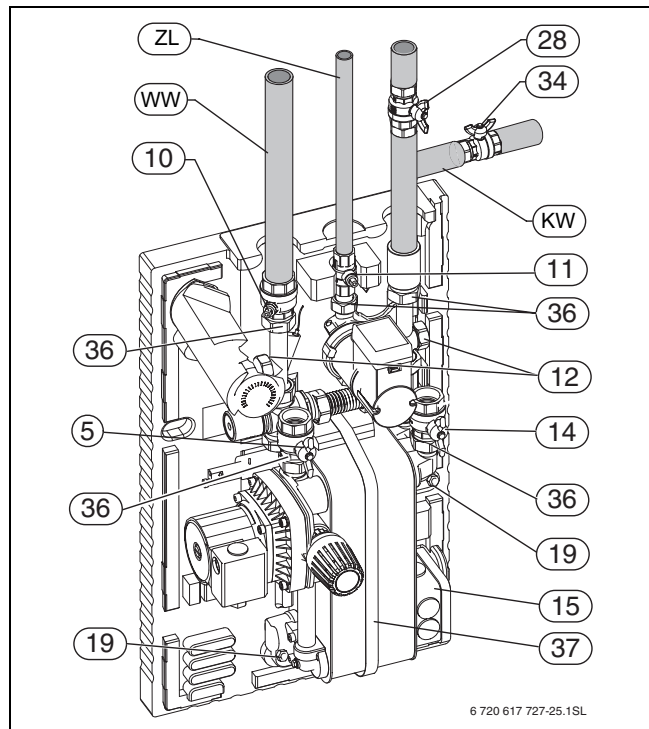

Bild 18 Plattenwärmetauscher ausbauen und entkalken
- ▶ Die bauseitigen Absperrhähne Kaltwasser [28+34] schließen (→ Bild 18, Seite 22).
- ▶ Absperrhähne Warmwasser [10], Zirkulation [11] (wenn vorhanden), Vor- und Rücklauf [5+14] und die bauseitigen Absperrhähne Kaltwasser [28+34] schließen (→ Bild 18).
- ▶ Frischwasserstation wieder mit den Muttern [19] an der Wand befestigen (→ Bild 18, Seite 22).
- ▶ Absperrhähne Zirkulation [11] (wenn vorhanden) und die bauseitigen Absperrhähne Kaltwasser [28+34] schließen (→ Bild 18, Seite 22).
- ▶ Absperrhähne Vor- und Rücklauf [5+14] schließen (→ Bild 18, Seite 22).
- ▶ Absperrhähne Warmwasser [10], Zirkulation [11] und die bauseitigen Absperrhähne Kaltwasser [28+34] schließen (→ Bild 18, Seite 22).